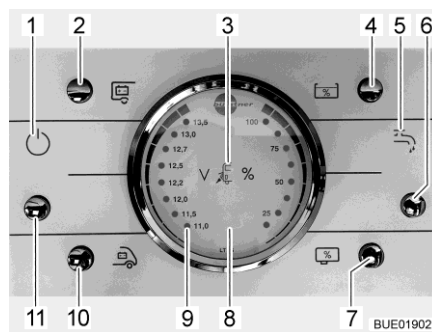

Bild 184 Panel LT 96
Knappen (Bild 184,11) kopplar till och från panelen och 12 V-försörjningen till bodelen.
Slå på: ■ Tryck på knappen (Bild 184,11): 12 V-försörjningen för bodelen är påslagen. Kontrollampan (Bild 184,1) lyser.
Slå från: ■ Tryck på knappen (Bild 184,11): 12 V-försörjningen för bodelen är avstängd. Kontrollampan (Bild 184,1) slocknar.
På instrument V/Tank (Bild 184,8) beakta vänstra skalan. Instrumentet belyses automatiskt, så snart en knapp trycks.
- Tryck på knappen (Bild 184,10): Startbatteriets spänning visas.
- Tryck på knappen (Bild 184,2): Bodelsbatteriets spänning visas.
På instrumentet V/tank kan vattennivån och avloppsvattennivån avläsas. På instrument V/Tank (Bild 184,8) beakta den högra skalan. Instrumentet belyses automatiskt, så snart en knapp trycks.
- Tryck på knappen (Bild 184,4): Vattenvolymen visas.
- Tryck på knappen (Bild 184,7): Avloppsvattenvolymen visas.
Slå på: ■ Tryck på knappen (Bild 184,6): Vattenförsörjningen är aktiverad. Kontrollampa vattenpump (Bild 184,5) tänds.
Slå från: ■ Tryck på knappen (Bild 184,6): Vattenförsörjningen är avstängd. Kontrollampa vattenpump (Bild 184,5) släcks.
Den röda varningslampan "ALARM" (Bild 184,9) blinkar så snart spänningen i bodelsbatteri har sjunkit till under 11 V (mätning under pågående drift) och risk för djupurladdning föreligger.
Kontrollampan 12 V (Bild 184,1) lyser då huvudbrytaren 12 V (Bild 184,11) är inkopplad.
230 V-kontrollampan (Bild 184,3) lyser när nätspänningen ligger på elblockets ingång.